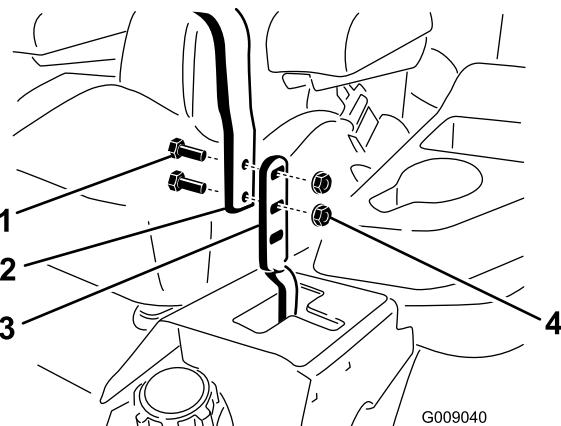

図 60
- レバーに取り付けられているボルトとフランジナットをゆるめる（図 60）。